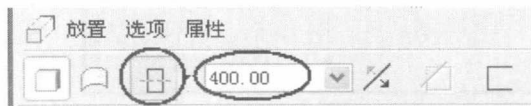
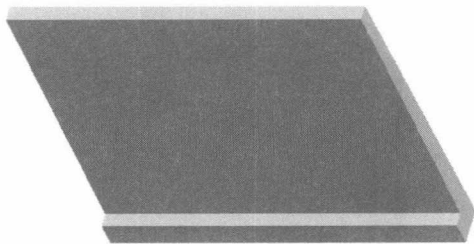

图1-7 设置拉伸参数
图1-8 产生拉伸实体
6. 单击绘图工具栏中的剖面确定按钮 , 结束剖面绘制，在如图 1-7 所示的拉伸特征操作栏中选择往两方向拉伸 , 输入拉伸高度为“400”，按[Enter]键确认，单击  按钮，结果如图 1-8 所示。